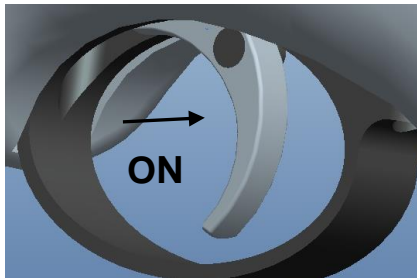

Abb. 1
- ❖ In der Position „ON“ (Abb. 1) ist die Waffe gesichert und kann nicht abgefeuert werden.